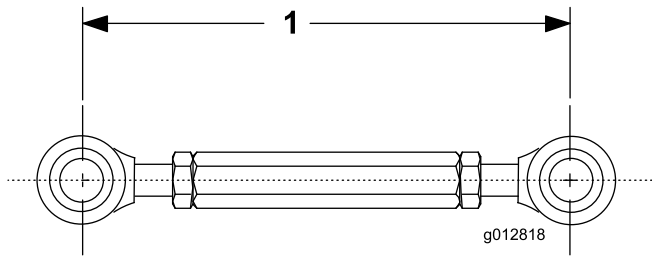

Bild 9
4. Bringen Sie den Gewindestift auf eine Länge von 19 cm und ziehen Sie die Klemmmuttern fest (Bild 9).